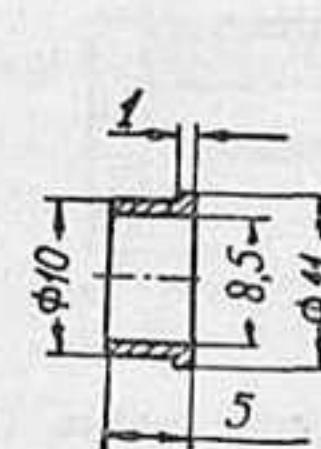

Рис. 12, дет. 2сб-2
**Опорное кольцо (2сб-2)** — 1 шт. Изготавливается из бронзы, его размеры показаны на рис. 12.